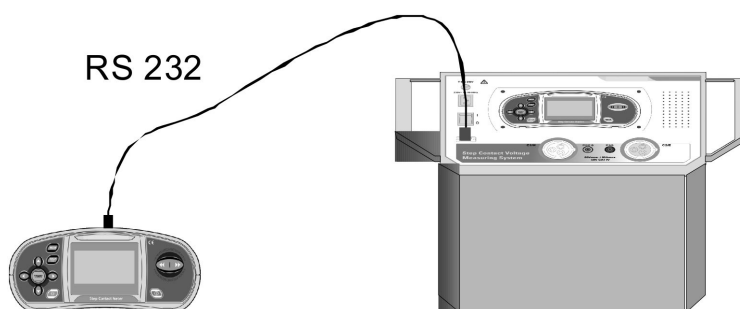

Fig. 20: Collegamento tra le unità per sincronizzazione
- 6 Collegare l'unità voltmetrica all'unità di potenza tramite il cavo RS-232 fornito in dotazione (vedere Fig. 20)
- 14 Collegare l'unità voltmetrica all'unità di potenza tramite il cavo RS-232 fornito in dotazione (vedere Fig. 20)